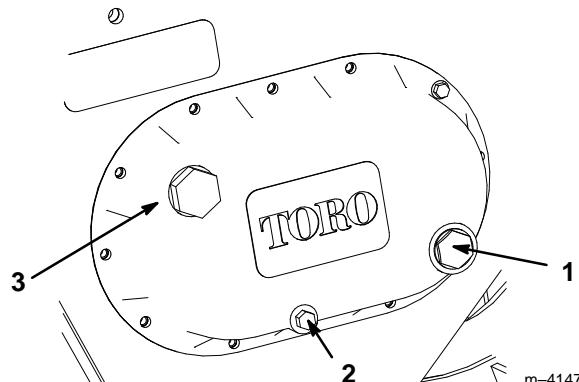

Figure 15
3. Vérifier le niveau d'huile par le viseur sur le côté de la boîte d'engrenages (Fig. 15). L'huile doit arriver jusqu'au point rouge au centre du viseur.
- Si le niveau d'huile d'engrenages est bas, retirer le bouchon de remplissage (Fig. 15) et remplir la boîte d'huile d'engrenages jusqu'à ce que le niveau atteigne le point rouge du viseur.
- Retirer le bouchon de vidange (Fig. 15) et laisser l'huile couler dans le récipient.
- Retirer le bouchon de remplissage (Fig. 15) et remplir la boîte d'huile d'engrenages jusqu'à ce que le niveau atteigne le point rouge du viseur.